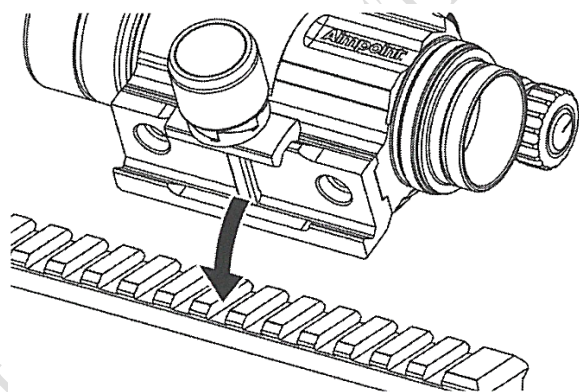

Рисунок 45.
- Розташуйте стопор віддачі кріплення QRP2 у пазу рейки (рис. 45) та встановіть кріплення.